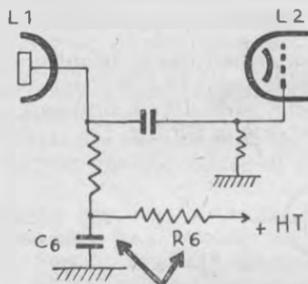

Fig. 12. — Cellule de découplage contre les accrochages et certains ronflements.
- f) Essayons de découpler le circuit anodique de la première BF en réalisant le montage de la figure 12. Dans les cas les plus courants, R_6 fera 25.000 à 50.000 ohms, et C_6 fera 1 microfarad ;